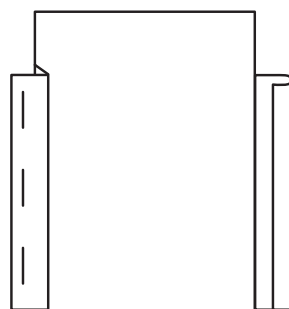

рисунок 3
- Подготовьте нижнюю панель. Срежьте замки панели ручными ножницами по металлу, как показано на рисунке 2. Оставьте галстук из лицевой части панели длиной 10 - 25 мм. Слегка, около 1 мм с каждой стороны, подрежьте боковые грани галстука, чтобы он мог плотно зайти под верхнюю панель до плотного стыка замков и гвоздевых полок панелей (см. рисунок 3).